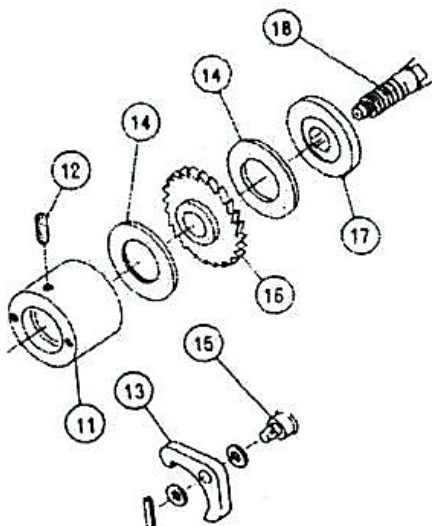

Рис. 9
- При толщине тормозных дисков (№ 14) от 3,5 мм до 2,6 мм их нужно заменять (см. рисунок 9).